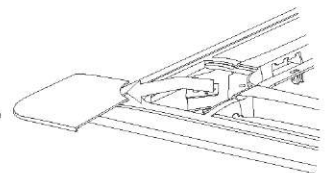

Fig. 5-13
- Afloje los pernos, suelte la cuerda de las tapas de instalación y retírelas (consulte la fig. 5-13)